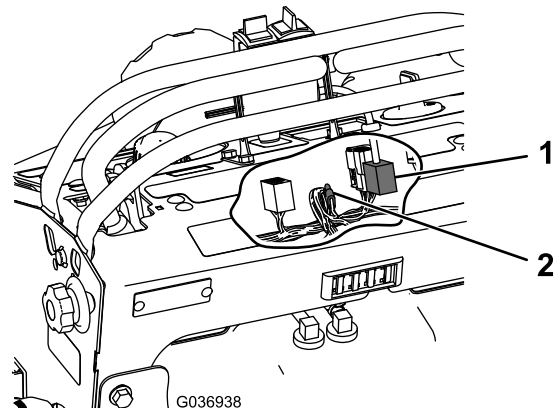

Figure 7
4. Faites passer le faisceau de câblage du collecteur hydraulique BOSS par dessus le réservoir de carburant et branchez-le au connecteur auxiliaire du faisceau de la machine (Figure 7).
5. Branchez le faisceau de câblage du collecteur hydraulique BOSS au connecteur du contrôleur (Figure 7).